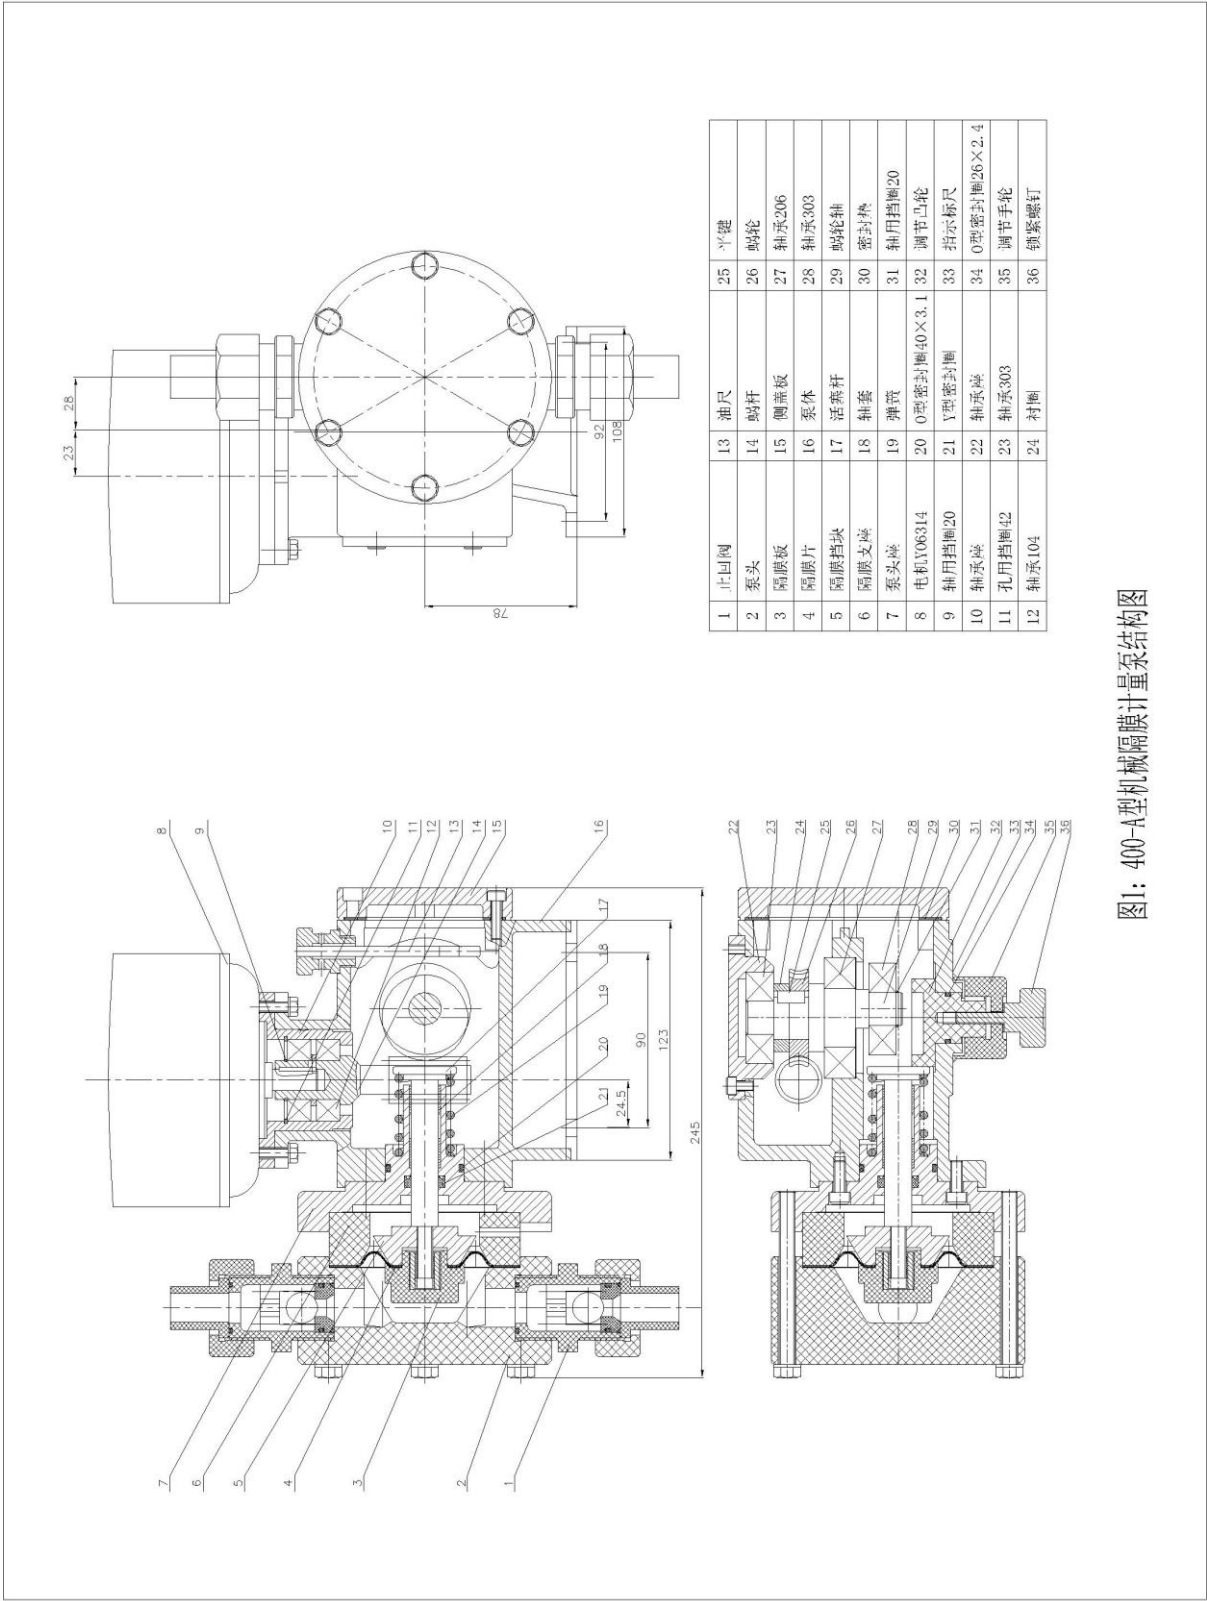

图1: 400-A型机械隔膜计量泵结构图
- 3、工作原理（序号按附图 1）
冲程调节旋钮下部渗油：检查油位，加超量油引起或者更换密封圈（图 1，件 35）；
隔膜支座（图 1，件 6）下部漏油：检查油位，加超量油引起；
隔膜支座（图 1，件 6）孔漏物料液体：膜片破裂或者膜片内外圈没有压紧导致膜片被拉出，重新更换膜片并压紧。